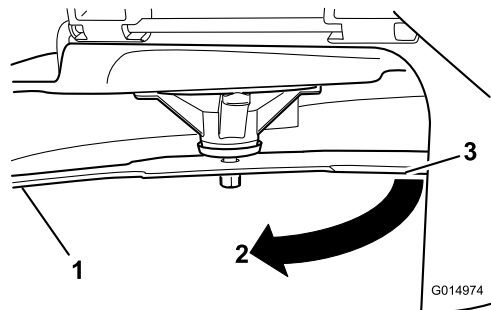

**Figura 59**
2. Purtați mânușile cu protecție corespunzătoare sau alte protecții adecvate pentru mâini și rotiți încet lama într-o poziție care vă permite să măsurați distanța dintre marginea de tăiere și suprafața uniformă pe care se află maina (Figura 59).